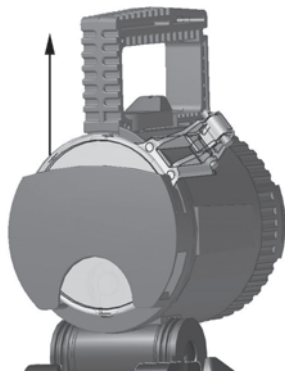

Bild 1 Scheibe entnehmen
1. Leuchtenoberteil (Bild 1)
Unter dem Traggriff befindet sich ein Drehschalter (Bild 1, Pos. 1) mit 5 Schaltstellungen.
Seitlich am Leuchtenkopf befindet sich eine LED-Ladezustands- und Kapazitätsanzeige (Bild 1, Pos. 2). An der Rückseite des Leuchtenkopfes ist ein schwenkbarer Vorsteckscheibenbehälter eingerastet (Bild 1, Pos. 3/5).
Das Ladekabel (nur Typen SEB... L) wird durch Drehen des Vorsteckscheibenbehälters zugänglich (Bild 1, Pos. 4).
Am Verschraubungsring sind federnde Nocken angebracht (Bild 1, Pos.7), in die eine Vorsteckscheibe eingesteckt werden kann (Achtung: Einstecken nur von einer Seite).
Durch Drehen des Verschraubungsringes (ca. 2 Umdrehungen) kann der Lichtstrahl von Scheinwerfer bis Breitstrahlcharakteristik eingestellt werden (Bild 1, Pos. 6).
Der Leuchtenkopf kann um ca. 100° geschwenkt werden (Bild 1).
Hierzu ist der Stützfuß der Vorsteckscheibe in Richtung Traggriff abzuschwenken und dann nach oben herauszuziehen (Bild 1)
2. Innensechskantschraube (Bild 1, Pos. 7) unten am Leuchtenkopf lösen.
3. Danach den Verschraubungsring durch Linksdrehung entfernen (Bild 1, Pos. 8).
4. Entnehmen Sie die Lampe aus der Bajonett-Fassung. (Hauptlampe: Drücken-links drehen-ziehen) (Bild 1, Pos. 9) (Nebenlampe: Drücken-rechts drehen-ziehen) (Bild 1, Pos. 9)